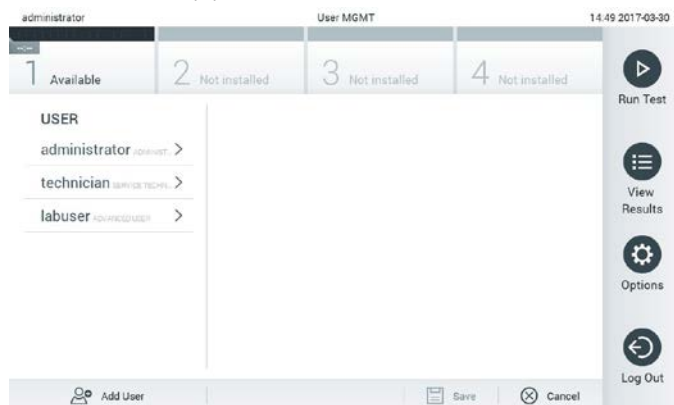

Рис. 51. Экран «User Management» (Управление пользователями).
1. Нажмите на кнопку **Options** (Опции), а затем на кнопку **User Management** (Управление пользователями), чтобы настроить конфигурацию для пользователей. В области содержимого на дисплее отобразится экран **User Management** (Управление пользователями) (рис. 51).